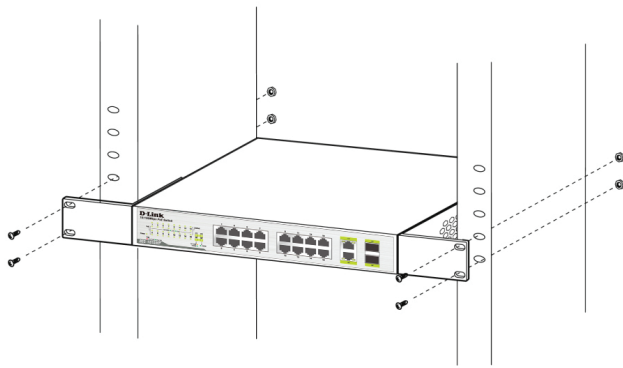

Figura 3. Staffe per il montaggio
1. Collegare le staffe di montaggio su ciascun lato del telaio, come illustrato nella **Figura 3** e fissarle utilizzando le viti in dotazione.